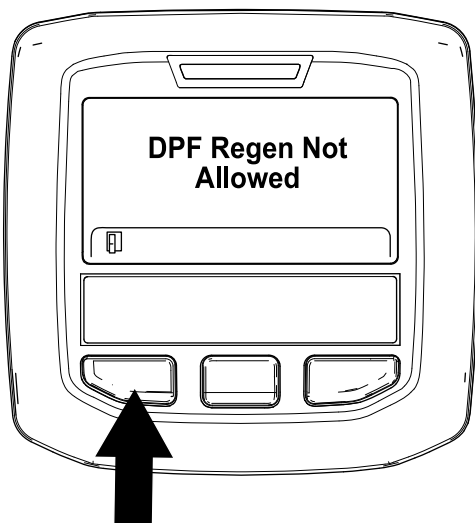

Figura 51
- Si el ordenador del motor no permite el proceso de regeneración, aparece el mensaje “DPF Regen Not Allowed” (Regeneración de DPF no permitida) en el InfoCenter (Figura 51). Pulse el botón de la izquierda para salir a la pantalla de inicio.